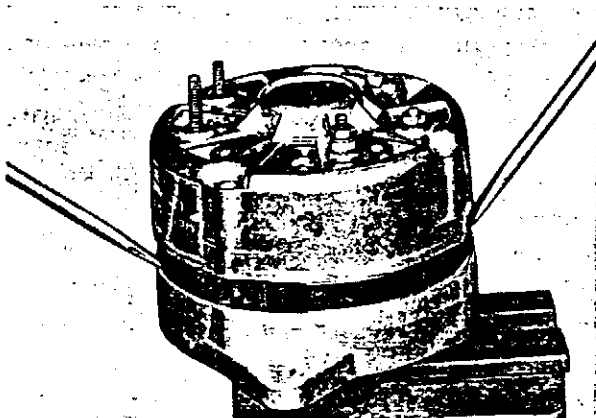

Abb. 27 Zerlegung der Lichtmaschine
6. Klauenpollläufer und vorderen Lagerdeckel mit zwei Schraubenziehern, die in zwei Ausnehmungen zwischen Ständer und vorderen Lagerdeckel gesetzt werden, ausbauen (Abb. 27).